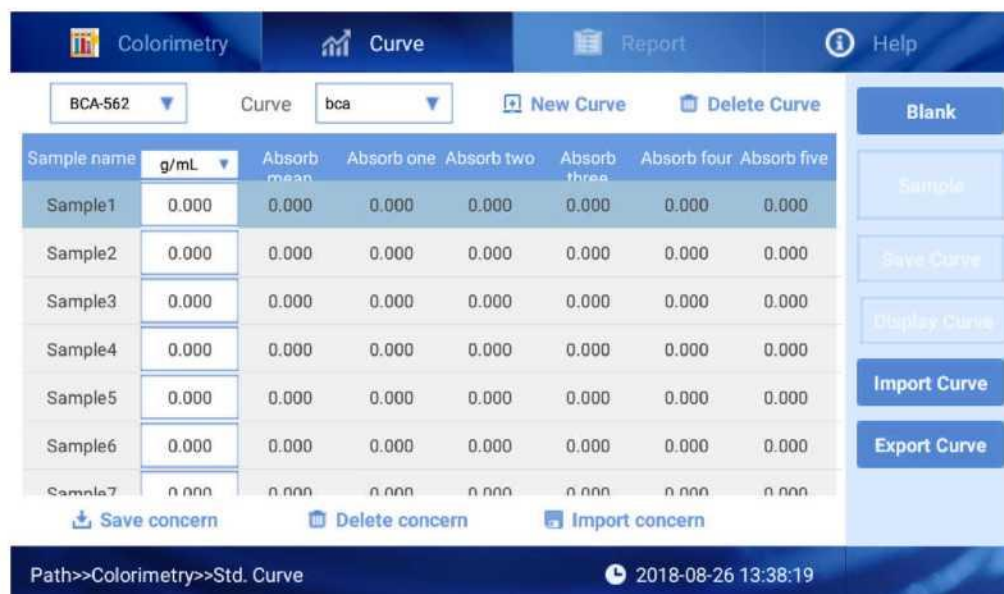

Рис. 4.17. Окно Curve для ввода значения концентрации
- 1 Нажмите на **New Curve**, введите название кривой и нажмите на «Sure». После этого откроется таблица эталонных проб для кривой, см. рис. 4.17:
② Нажмите на , чтобы выбрать единицы измерения для пробы. Нажмите на поле концентрации, откроется , куда следует ввести концентрацию. Последовательность эталонных проб может быть случайной, а добавленная проба должна соответствовать выбранному значению концентрации.
③ Выберите эталонную пробу в соответствии с рис. 4.17, а затем поочередно нажмите на «Blank» и «Sample», чтобы измерить оптическую плотность эталонной пробы. Каждую эталонную пробу можно измерить 5 раз, а среднее значение можно использовать для построения градуировочной кривой. Значения эталонной пробы можно удалить (зажмите «sample2», после чего откроется диалоговое окно). Также можно удалить отдельное значение среди 5 результатов измерения (зажмите значение, которое необходимо удалить, после чего откроется диалоговое окно).
④ После измерения всех проб нажмите на , чтобы сохранить кривую.